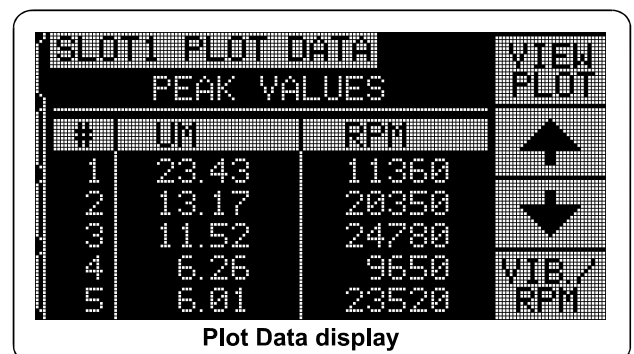

Fig. 20
- 1) VER DATOS. Al pulsar esta tecla, la indicación cambiará de tal modo que se visualiza una lista de valores de cresta de las vibraciones (*Fig. 20*). Se trata de los 20 (o menos) valores de cresta más grandes que fueron detectados dentro de esta gama de revoluciones seleccionada. La tecla VIB./UPM en esta máscara varía el orden de estos valores y los indica clasificados ya sea según la amplitud de la vibración o el número de revoluciones. Las teclas de flecha se utilizan para hacer desfilarse la barra a través de los valores de cresta hacia arriba y hacia abajo. La tecla VER GRÁF. hace retornar de nuevo a la gráfica registrada por última vez.